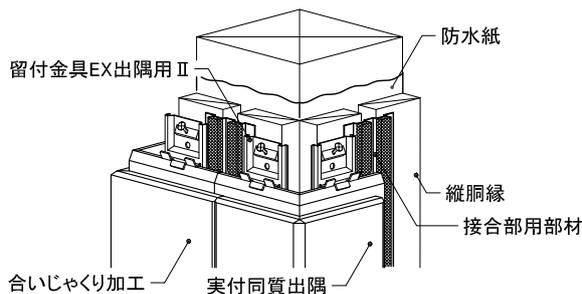

図3 ポーチ柱 (実接合)
- 上記に続けて、内寸を調整し、合いじゃくり加工を施した同質出隅を取り付ける。(図3参照)